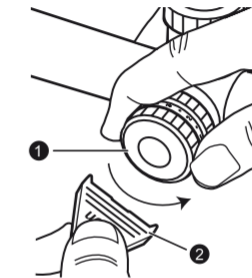

Fig. 3-1
- 1 Maintenez fermement la bague de réglage d'intensité du rhéostat et dévissez le capot du compartiment à pile 1 dans le sens inverse des aiguilles d'une montre, à l'aide du dispositif d'ouverture dédié 2 (Fig. 3-1).